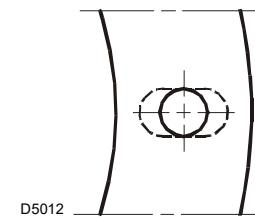

Fig. 10
- allargare, se necessario, i fori dello schermo isolante (Fig. 10), avendo cura di non danneggiarlo.